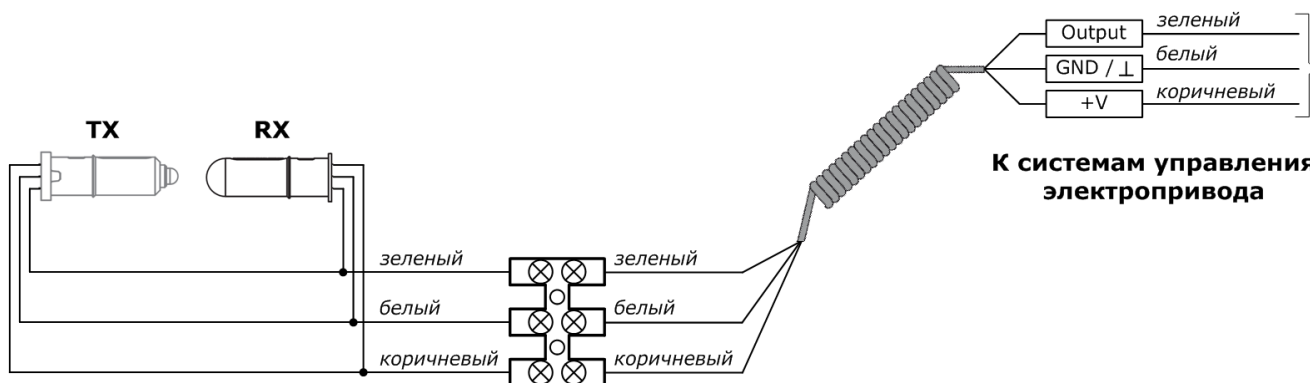

Рисунок 4 – Схема подключения оптосенсоров
4.2. Подключение оптосенсоров нижней кромки (Рисунок 4)